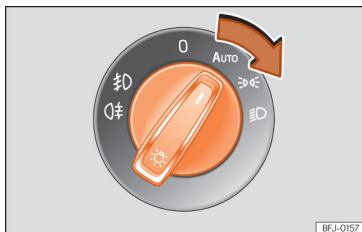

Fig. 92 Painel de instrumentos: comando das luzes.
- Rode o interruptor para a posição desejada » » **Fig. 92.**
• Ligue a ignição e rode o interruptor das luzes para a posição **AUTO** » » Fig. 92.
• Rode o interruptor das luzes para outra posição diferente de **AUTO** » » Fig. 92.